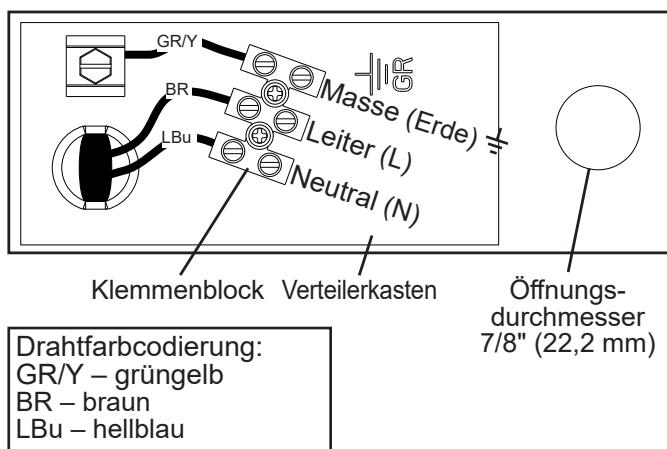

Abb. 7
- Der Neutralleiteranschluss am Klemmenblock (hellblauer Draht) muss mit dem Neutralleiter der Stromversorgung verbunden werden. Siehe Abb. 7.